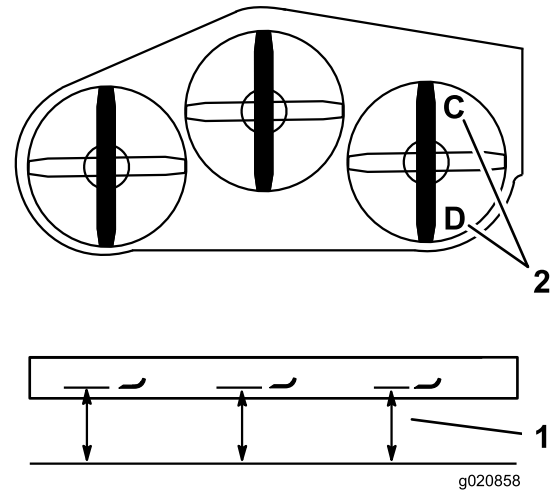

Figure 80
- Tournez la lame droite dans le sens longitudinal (Figure 80).
- Mesurez et notez la distance au point **C** entre la surface plane et le tranchant de la pointe de la lame droite (Figure 80).
- Mesurez et notez la distance au point **D** entre la surface plane et le tranchant de la pointe de la lame droite (Figure 80).
Remarque: La lame doit être plus basse de 6 à 10 mm ($\frac{1}{4}$ à $\frac{3}{8}$ po) au point **C** qu'au point **D** (Figure 80). Si ce n'est pas le cas, passez aux opérations suivantes.
2. Tournez la lame droite dans le sens longitudinal (Figure 80).